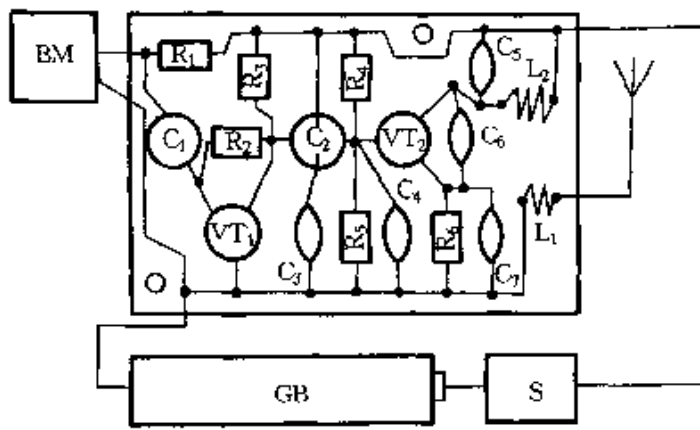
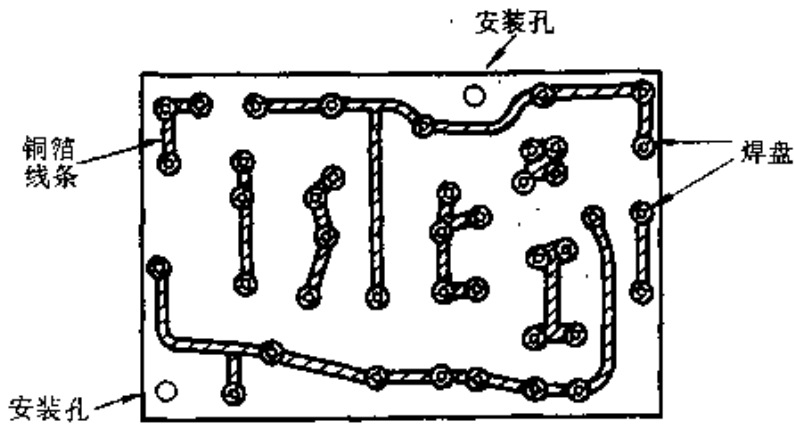

图 3-16
图 3-17
③ 画草图。按照电路图,画出各元器件之间的连接线,见图3-16。线与线不能交叉,如遇交叉必须设法绕行,并适当调整有关元器件的相对位置。这一步工作最关键,有些复杂电路往往要反复几次调整元器件位置才能完成。
④ 画正式印制电路板图。在草图的基础上,将接点处扩大为焊盘,一般焊盘直径应大于2mm,以保证焊接质量和机械强
度。然后将各元器件焊盘之间的连线加粗,并适当调整变形,使线条走向和布局整齐、匀称,如图 3-17 所示。例如: C_3 上端接电源正极,下端接地(电源负极),从图 3-16 可以看到 C_3 与 C_2 互相交叉,由于 C_3 位于 C_2 下方,因此必须使电源线向下延伸,以便与 C_3 连接。